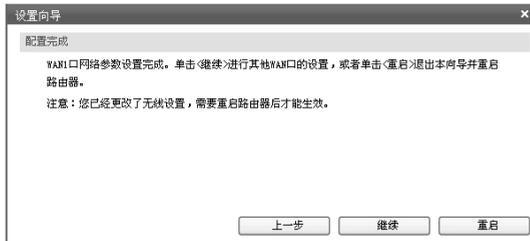
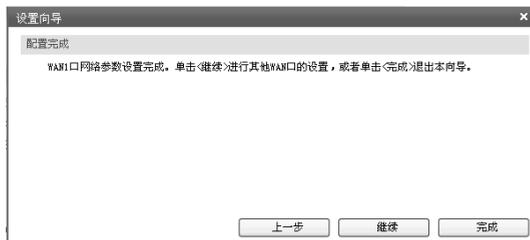

图4-9 配置完成-重启
图4-10 配置完成-完成
7. 设置完成后，单击“下一步”，如果更改了无线设置，将出现图4-9所示的配置完成界面，单击“重启”使无线设置生效，或者单击“继续”进行其他WAN口的设置。如果没有更改无线设置，将出现图4-10所示的配置完成界面，单击“完成”退出设置向导，或者单击“继续”进行其他WAN口的设置。